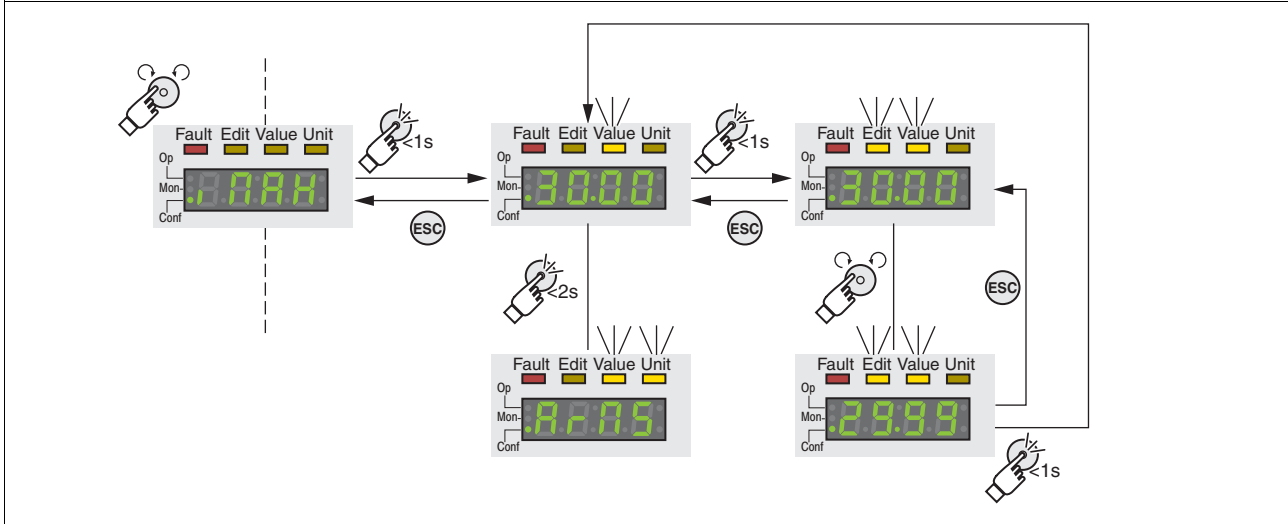

图 7.5 通过集成 HMI 设定参数示例
- 参数 *iMax*（iMax）将在 7 段显示器上显示，请参阅图 7.5。